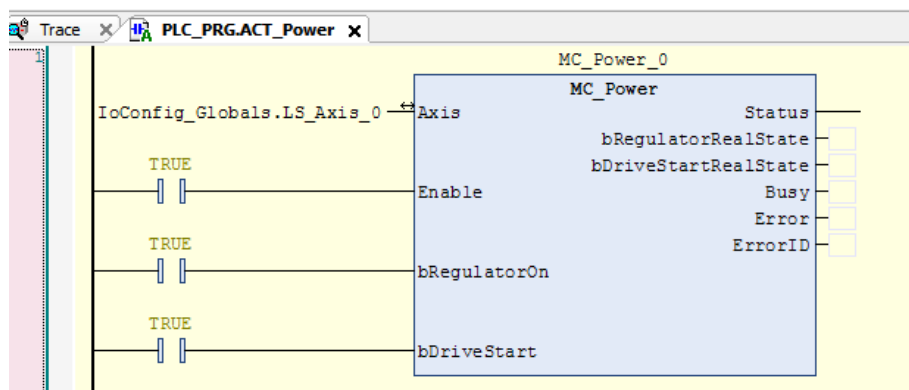

图 9.13 上电模块
- 3) 按照步骤 2 的方法依次添加上电模块 `Power`、相对运动模块 `RelativeMove`、清除比较器状态模块 `ClearCMP`、大于模式模块 `More`，并填写相应的参数，如图 9.13~16 所示；